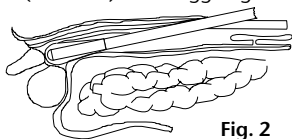
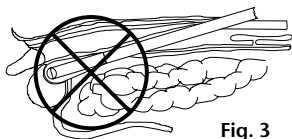

Fig. 2
Fig. 3
2. Far avanzare il sistema palloncino dilatatore (bilaterale) fino a raggiungere il punto idoneo nello spazio extraperitoneale (Fig. 2). È molto importante che lo strumento non venga introdotto troppo in profondità e che sul palloncino non venga esercitata alcuna pressione che potrebbe causare una lesione agli organi e alle strutture adiacenti, ad es. alla vescica. (Fig. 3). Posizionare il sistema palloncino di modo che la marcatura verde sull'attacco (solo 1285-50-11) sia rivolta verso l'alto, ossia in senso opposto alla parete addominale. Solo in questo modo si assicura che il palloncino si srotoli lateralmente dal basso verso l'alto.